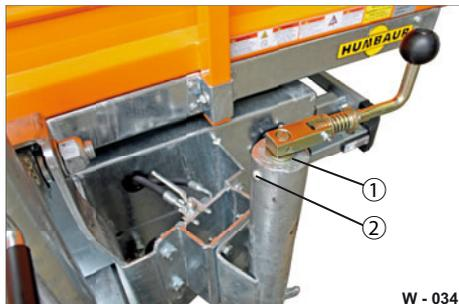

Abb. 12 Stützrad reinigen / ölen
- ▶ Reinigen Sie das Stützrad von Verschmutzungen und ölen Sie ggf. über den Ölspalt (Abb. 12/1) das Stützrad ein.